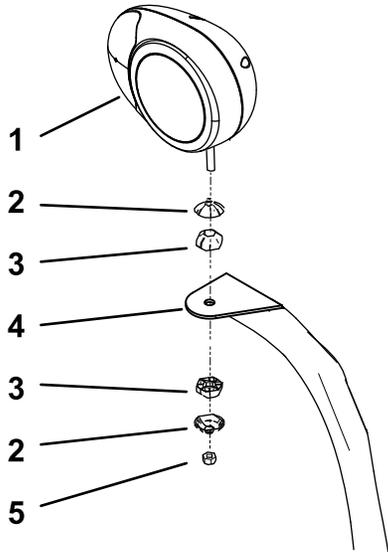

Figure 3
5. Fixez les phares gauche et droit sur leur support respectif (Figure 3) à l'aide des fixations fournies.